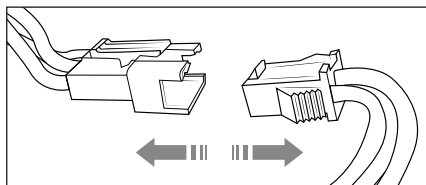

Fig. 14
- 2) Shkëputni lidhësin e baterisë (shih Fig. 14) dhe hiqni atë nga ndarja e baterisë.